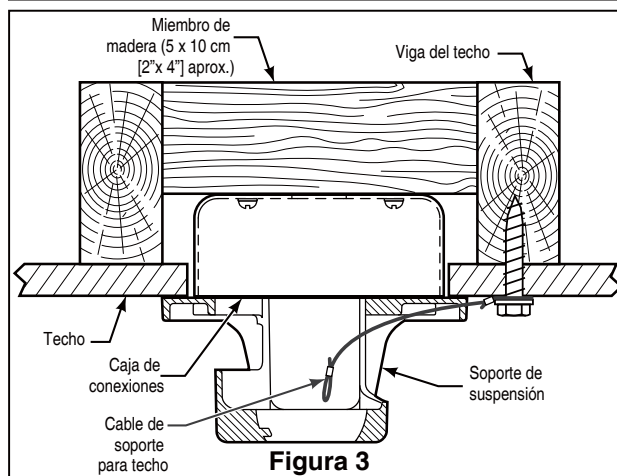

Figura 3
1. Fije bien la abrazadera para colgar a la caja de salida con los tornillos y las arandelas provistas con la caja de salida. (Figura 3)
2. Perfore un orificio de 1/4" en la estructura del edificio para evitar grietas con la instalación del tornillo de intervalo. Utilice el tornillo de intervalo de 3/8"x 2" y la arandela plana para fijar el cable de seguridad a la viga del techo o a la estructura de madera. Dicho tornillo pasará a través de arandela plana, la presilla del cable de seguridad y se fijará en la estructura del edificio. (Figura 3)
NOTA: el cable de soporte para techo no se puede asegurar solamente a la caja de conexiones; se debe asegurar directamente a la viga de techo o miembro estructural con el tornillo de cabeza cuadrada de 3/8"x2" y la arandela plana. (Figura 3)